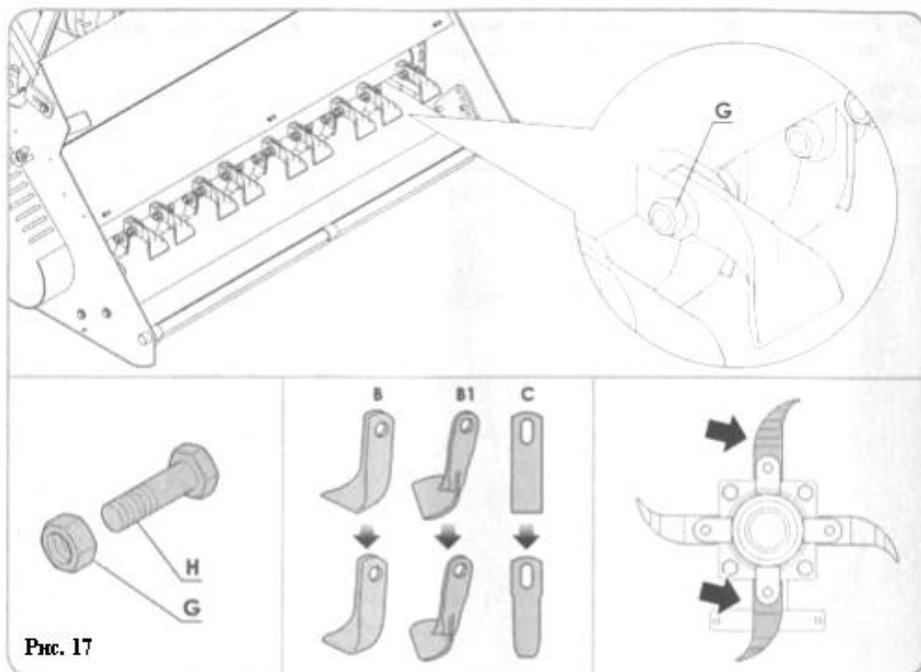

Рис. 17
- Отверните барашковые гайки (D) на борту (E).
- Откройте борт до конца (рис. 17).
- Рукой затяните гайку (G) на болту (H).